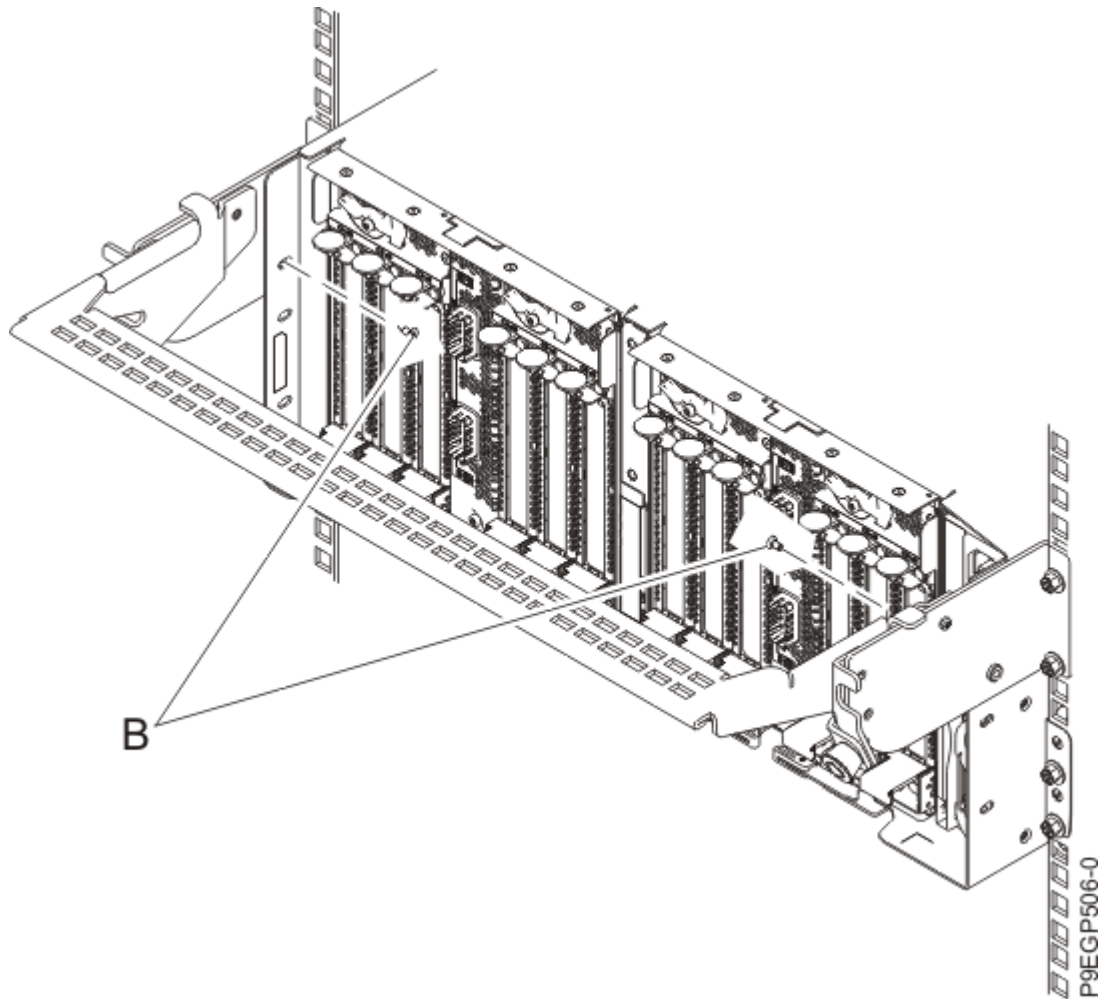

図 14. 固定ねじの利用
12. ドrawerをラックに固定するには、18 ページの図 14 に示すように、2 本の固定ねじ **(B)** を利用します。